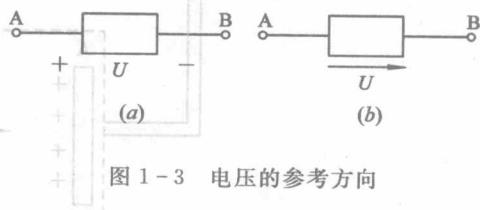

图 1-3 电压的参考方向
(1) 采用正 (+)、负 (-) 极性表示，称为参考极性，如图 1-3(a) 所示。这时，从正极性端指向负极性端的方向就是电压的参考方向。
(2) 采用实线箭头表示，如图 1-3(b) 所示。
(3) 采用双下标表示， $U_{AB}$  表示电压的参数方向由 A 指向 B。